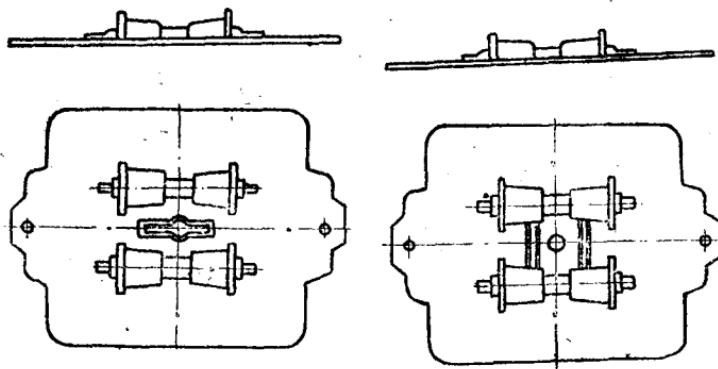

图 5 单面式型板：
1. 单面式型板 这类型板的特点，是把上下两个模型分别连接在上下两块模板上，如图5所示。用砂箱在两台造型机上